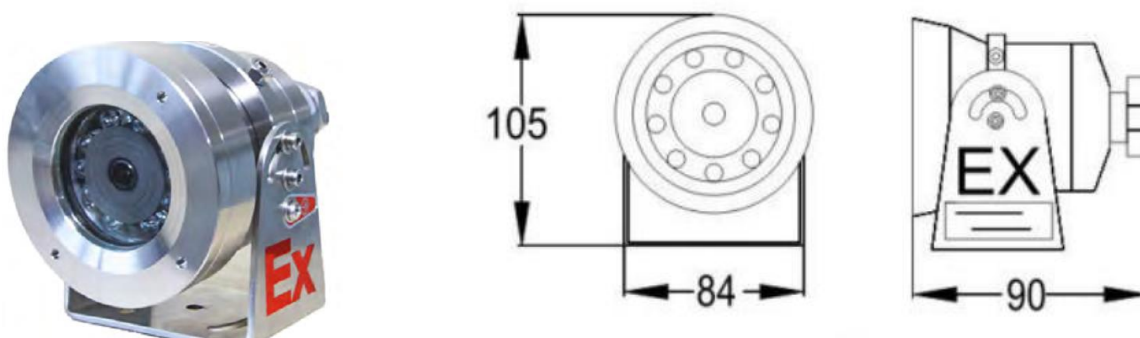
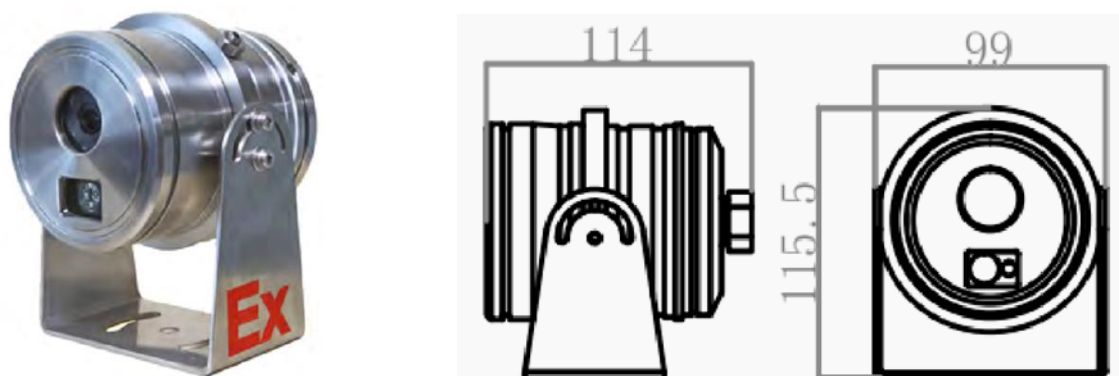

Рис. 1 – Общий вид мини видеокамеры взрывозащищенной с ИК-подсветкой модель Кондор-ВК-Ex-50-Н/М исп.1
Рис. 2 – Общий вид мини видеокамеры взрывозащищенной с ИК-подсветкой
- 2.1. Мини видеокамера взрывозащищенная с ИК-подсветкой модель Кондор-ВК-Ех-50 выпускается в двух исполнениях: исп.1 и исп.2. Исполнения различаются размещением ИК-подсветки и габаритами (Рис.1 и Рис.2). У исп.1 ИК-подсветка размещена по окружности вокруг объектива. У исп.2 ИК-подсветка размещена в отдельном окне ниже объектива.